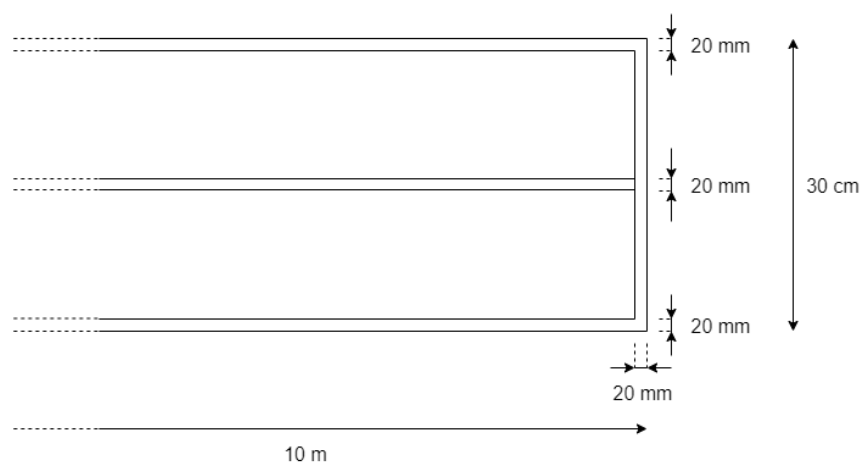

Figura 2: Detalhe das marcações de cada faixa de rodagem da pista de competição
2. A pista, que terá cerca de 11,0 m de comprimento, será constituída por duas faixas de rodagem paralelas (ver Figura 2), com cerca de 30 cm de largura, delimitadas por uma faixa preta (de cada lado), com cerca de 20 mm de largura. A pista (ou cada faixa de rodagem) poderá ser construída recorrendo a papel para desenhar do IKEA, vendido em rolo com a referência MÅLA (<https://www.ikea.com/pt/pt/p/mala-rolo-de-papel-p-desenhar-70461088/>), papel de cenário ALBANO ALVES, vendido em rolo na Staples com a referência Rolo Papel Cenário 1 m x 10 m, 100g (<https://www.staples.pt/pt/pt/rolo-papel-cenario-1-m-x-10-m-100g-creme-620152>), outro papel de cenário equivalente, ou em lona.